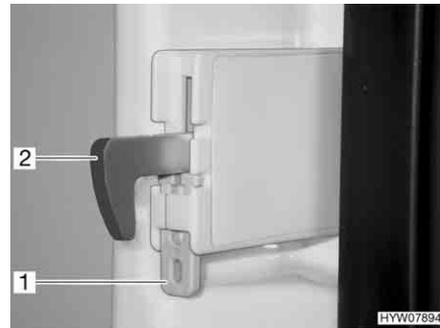

Fig. 194 Fissaggio del gancio di bloccaggio
- Spingere il dispositivo di fissaggio (Fig. 194,1) verso l'alto. Spingere il gancio di bloccaggio (Fig. 194,2) verso l'alto, disinserendolo.
- Spingere il gancio di bloccaggio (Fig. 194,2) verso il basso. Il gancio di bloccaggio è di nuovo inserito.